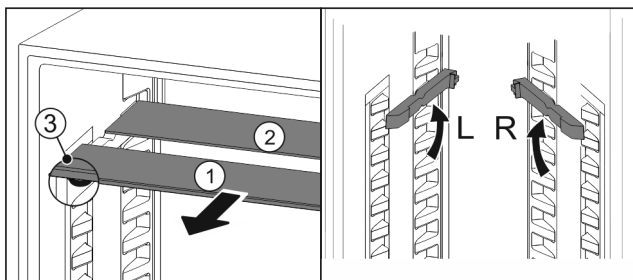

Fig. 85
- ▶ Vytiahnite sklené dosky jednotlivo dopredu Fig. 85 (1).
- ▷ Sklená doska Fig. 85 (1) s ozdobnou lištou leží vpredu.
- ▷ Zarážky Fig. 85 (3) ukazujú nadol.